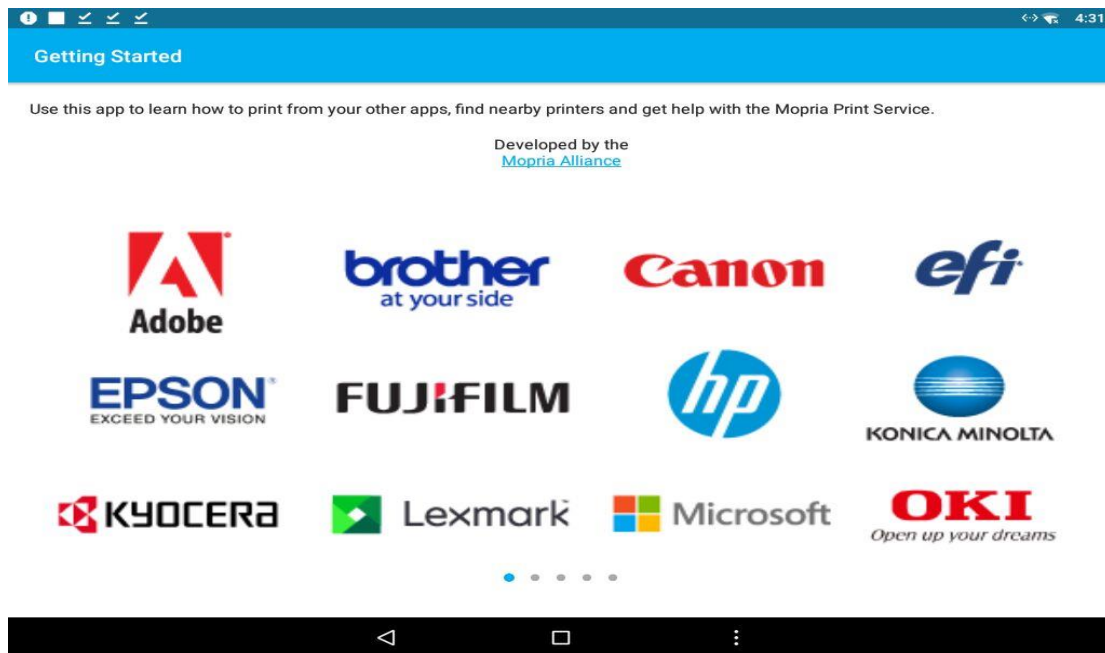
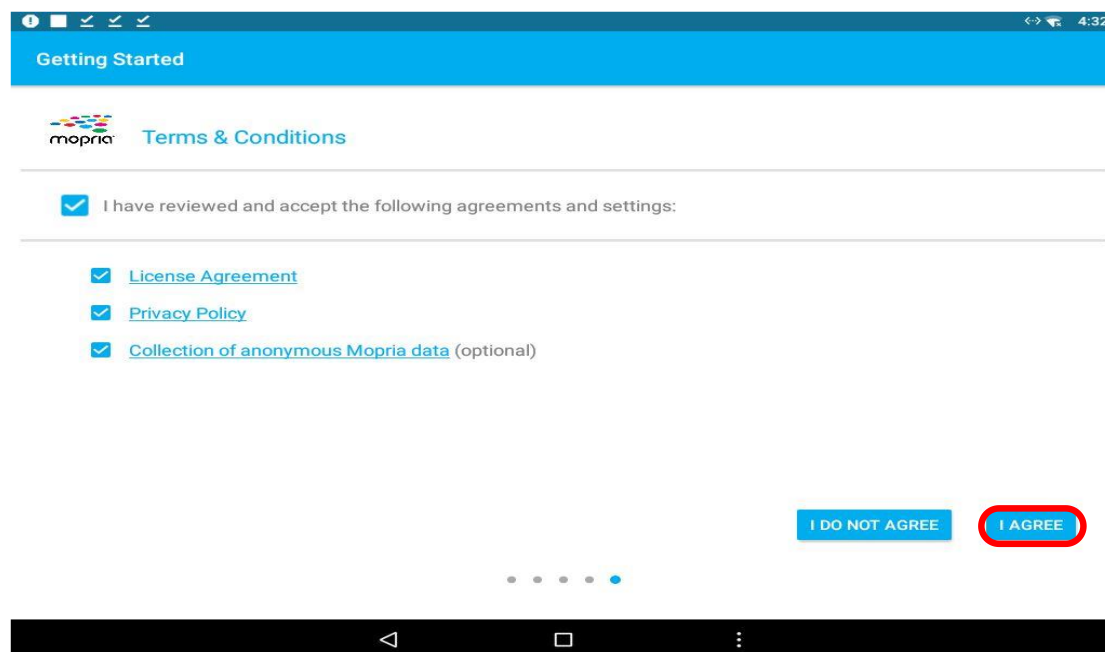

Abbildung 6
Abbildung 7
3. Öffnen Sie die installierte Drucksoftware, wie in Abbildung 6 dargestellt. Gehen Sie auf die letzte Seite und markieren Sie „**Agree**“ in der Lizenzvereinbarung und Datenschutzrichtlinie. Tippen Sie auf „**I AGREE**“, um die Software zu verwenden (siehe Abbildung 7).